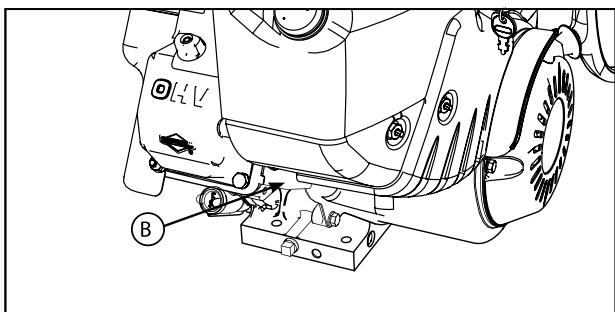

Рис. 13
2. Наклоните агрегат немного назад, затем снимите крышку для слива масла (B, рис. 13). Слейте масло в подходящую для этого емкость.